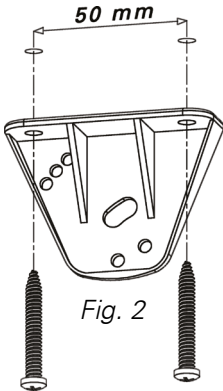
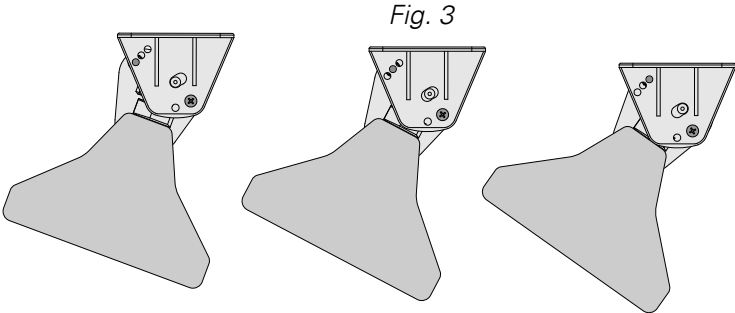

Fig. 2
Fig. 3
- **Montaż naścienny przy użyciu dołączonych wsporników.** Przed wywierceniem otworów na kołki upewnij się, że ściana jest solidna i że jesteś daleko od rur wodnych lub przewodów elektrycznych. Aby przymocować urządzenie do ściany, wywierć cztery otwory wiertłem o średnicy 5 mm i przymocuj wspornik ścienny za pomocą kołków i śrub (brak w zestawie) (rys. 2). Za pomocą dwóch dostarczonych śrub zamocuj dwa hamulce przymocowane do aluminiowej rurki z tyłu urządzenia i zablokuj pod odpowiednim kątem (rys. 3).